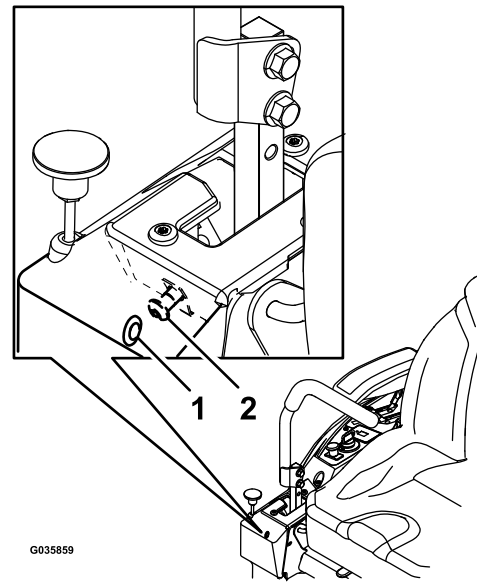

**Figura 78**
**Nota:** Puede ser necesario empujar hacia adelante o tirar hacia atrás de la parte superior de la barra antivuelco para que se bloqueen completamente ambos pomos (Figura 77 y Figura 78).